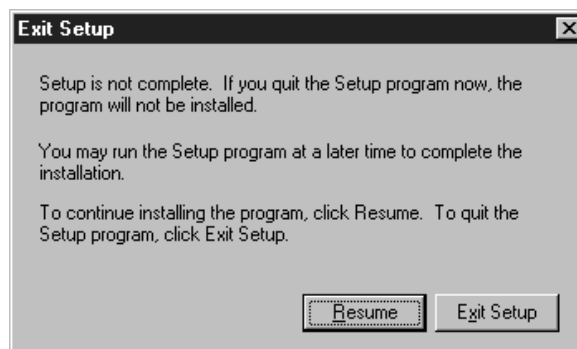

Fig. 5
- To resume the installation, click the **Resume** button. (Fig. 5)
- Pour continuer l'installation, cliquer sur le bouton **Resume** (Fig. 5).
- Um die Installation wieder aufzunehmen, klicken Sie auf **Resume**. (Abb. 5)
- Para reanudar la instalación, haga clic en el botón **Resume**. (Fig. 5)